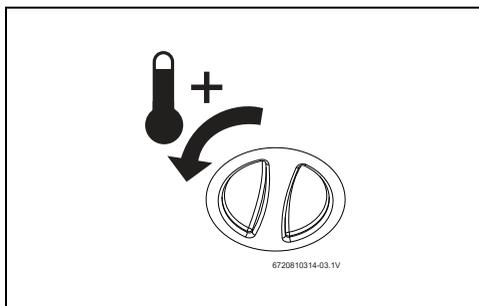

Рис. 13 Повышение температуры
- ▶ Установите ограничитель температуры на максимальное значение. Для этого поверните регулятор температуры влево до упора (→ рис. 13).